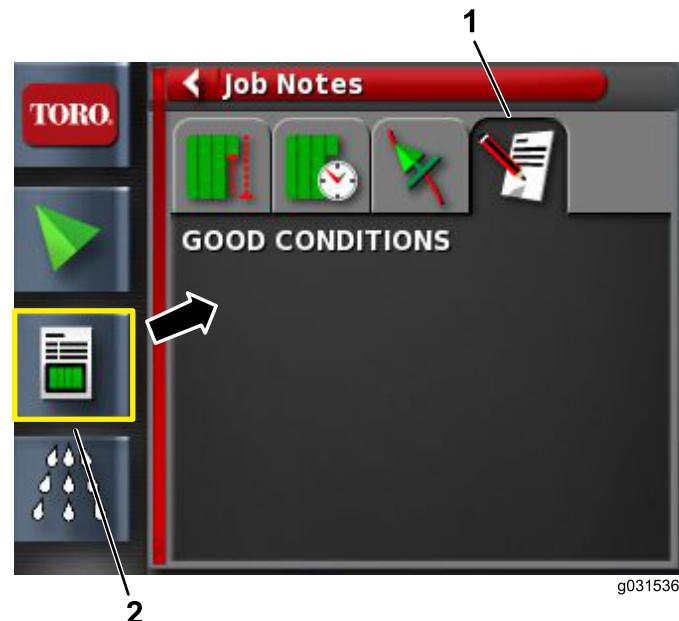

图20
1. 打开工作信息图标（图20）。
2. 选择工作注释图标（图20）。